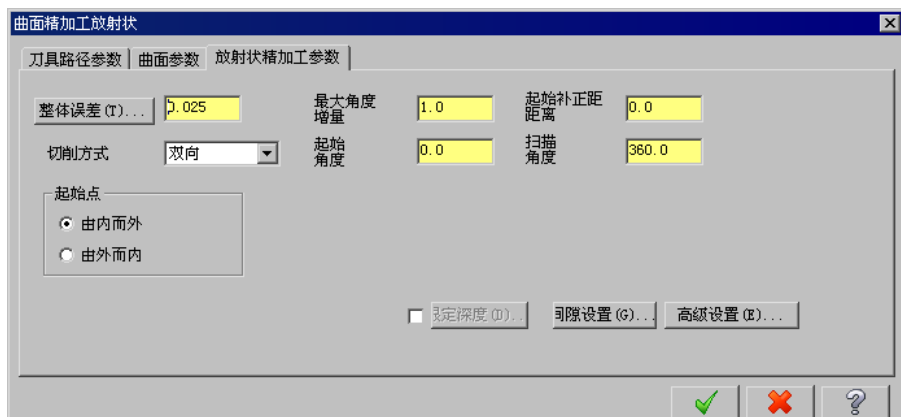

图 17.26 “放射状精加工参数”选项卡
Step5. 设置精加工放射状参数。在“曲面精加工放射状”对话框中单击 **放射状精加工参数** 选项卡，设置图 17.26 所示的参数。